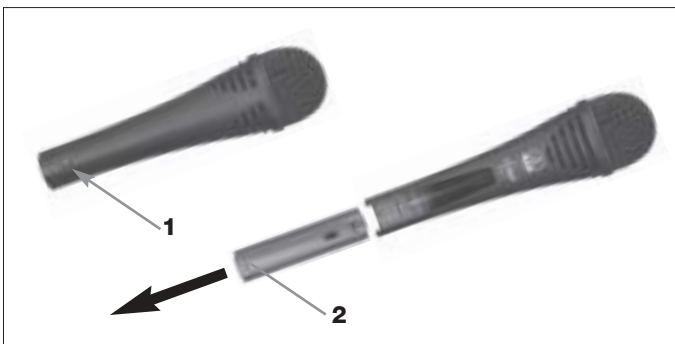

Fig. 6: Retirar o módulo de conexão XLR
- Veja fig. 6.
1. Abra o parafuso de fixação (1).
2. Puxe o módulo de conexão XLR (2) da haste do microfone.
3. Para não perder o parafuso de fixação (1) enrosque-o novamente na rosca do módulo de conexão XLR.